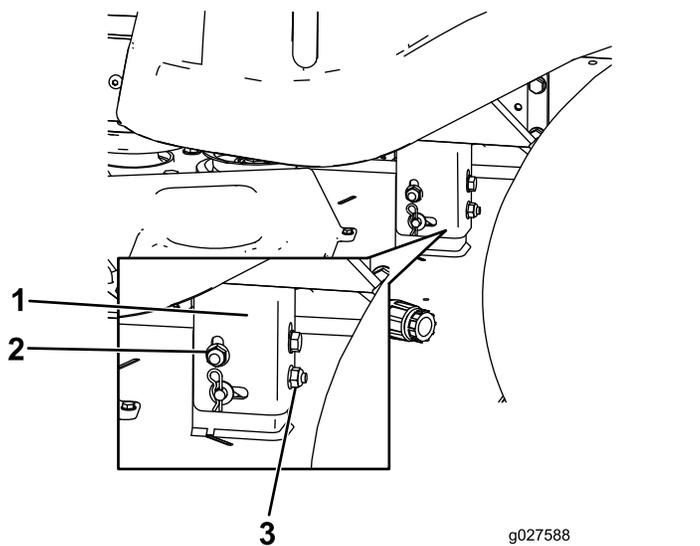

Figura 67
8. Eleve o baje el lado izquierdo de la carcasa de corte girando la tuerca de bloqueo trasera (Figura 67).
Nota: Gire la tuerca de bloqueo trasera en sentido horario para elevar la carcasa de corte; gire la tuerca de bloqueo trasera en sentido antihorario para bajar la carcasa de corte (Figura 67).